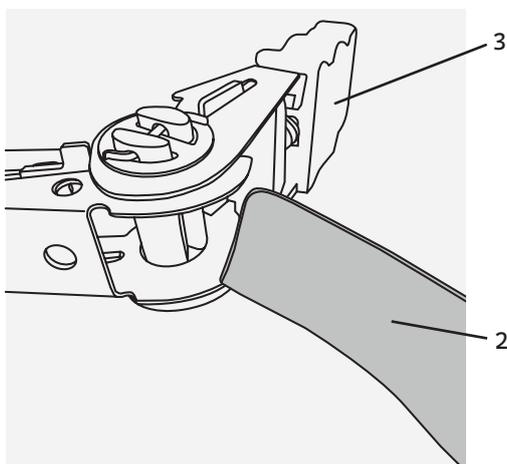

Abb. 3
Anschließend das lose Ende des Gurtes um die Lenkradstange legen und in die geöffnete Ratsche (3) schieben (Abbildung 3).